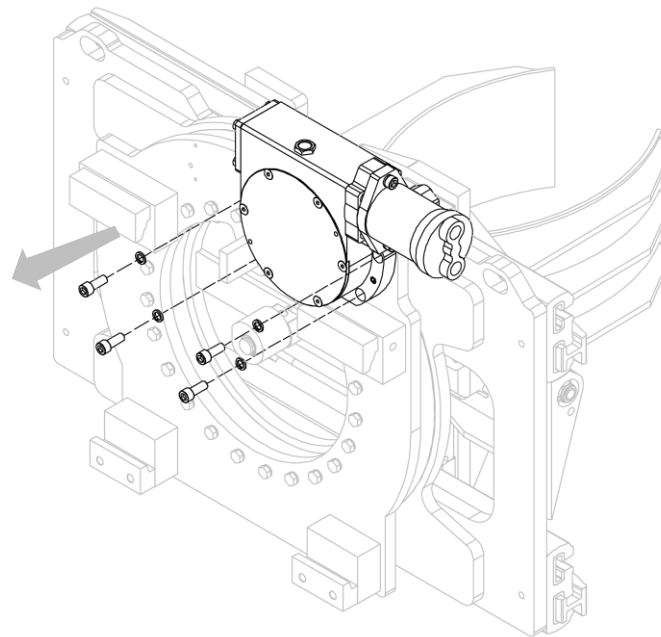

Abbildung 42
3. Schrauben Sie das Motor-Getriebe-Paar vom Rahmen des Geräts (siehe *Abbildung 42*).